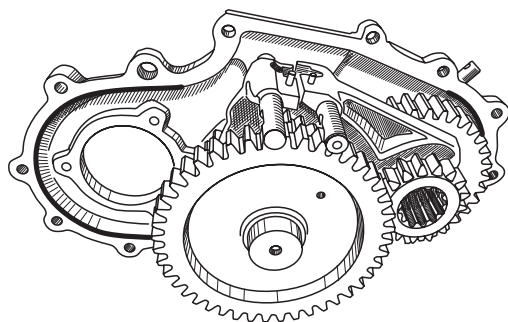

Рис. 11
9. Установите вал заднего моста [1] в крышку картера РК. Отметьте место доработки крышки (Рис. 11 место касания шестерни отмечено жирной линией). Доработайте на глубину 3-4 мм УШМ с диаметром диска до 125 мм (см. раздел Инструменты).